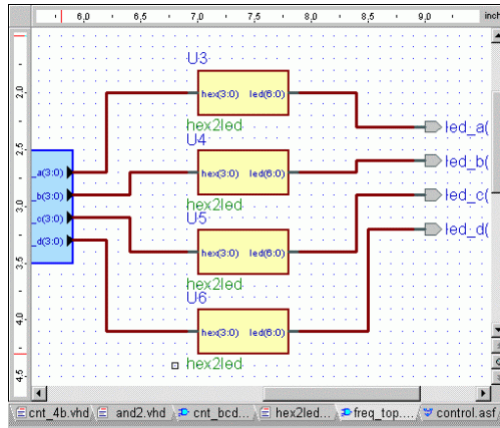

Рисунок 1.50 – Шини
1.2.8.9 Використовуючи інструмент  **Bus**, виконайте всі з'єднання для ліній, що мають розрядність більше 1 (рис.1.50).